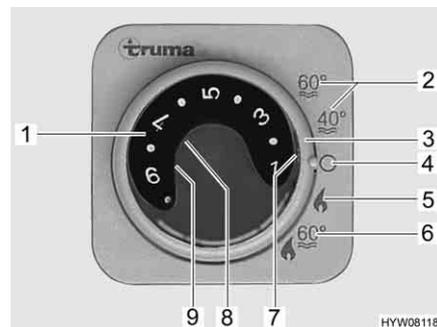

Fig. 104 Centralina di controllo per riscaldamento/boiler
- Impostare la modalit  di funzionamento tramite l'interruttore girevole (Fig. 104,3).
A seconda della temperatura ambiente desiderata, il riscaldamento seleziona automaticamente il livello del bruciatore necessario. Al raggiungimento della temperatura ambiente desiderata, il bruciatore si spegne. Durante la modalità di funzionamento "Riscaldamento e boiler" (Fig. 104,6) è riscaldata anche l'acqua nel boiler. Nella modalità di funzionamento "Riscaldamento senza boiler" (Fig. 104,5) è possibile far funzionare il riscaldamento con il boiler vuoto.
- Impostare la manopola della temperatura (Fig. 104,1) sulla centralina di controllo scegliendo la potenza desiderata.
- Posizionare l'interruttore girevole (Fig. 104,3) su funzionamento invernale "Riscaldamento senza boiler" (Fig. 104,5) o "Riscaldamento e boiler" (Fig. 104,6).
Si accende la spia verde di controllo (Fig. 104,7).
- Posizionare l'interruttore girevole (Fig. 104,3) su "O" (Fig. 104,4).
La combinazione funzionamento a gas e funzionamento elettrico a 230 V diminuisce il tempo di riscaldamento del veicolo (è possibile solo se il riscaldamento viene impostato sulla centralina di controllo (Fig. 104) su funzionamento invernale).